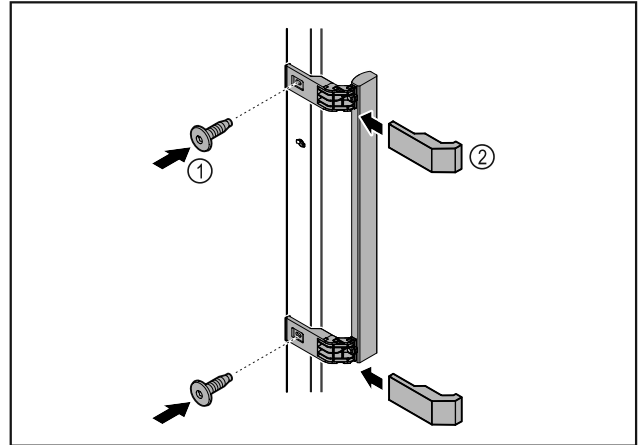

Fig. 8
- Pritvirtinkite rankeną iš priedų pridedamais varžtais Fig. 8 (1) prie durų.
- Uždėkite dengiamąją plokštelę Fig. 8 (2).